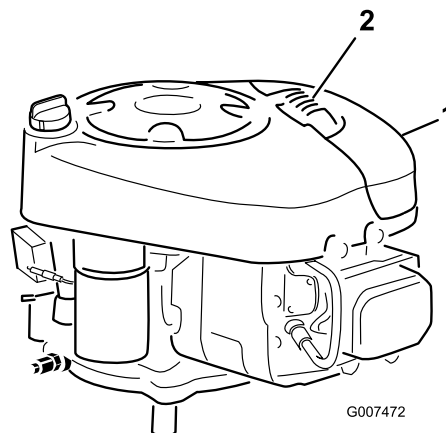

Figura 24
2. Pulite intorno al filtro dell'aria per evitare che la morchia possa penetrare nel motore provocando gravi danni (Figura 24).
3. Alzate il manico del coperchio del filtro dell'aria e giratelo verso il motore (Figura 24).